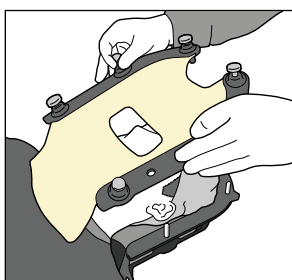

Fig. 12
3. Fare scorrere la maschera sul paziente, iniziando dalla parte superiore del torace e continuando fino a quando il margine inferiore dell'apertura facciale non fa contatto con la parte inferiore del naso del paziente. Quindi, posizionare il margine superiore dell'apertura facciale a 2 cm al di sopra delle arcate sopraccigliari. Tirare giù la maschera, verso il dispositivo Encompass, in modo che il trago dell'orecchio o l'attaccatura dei capelli, a seconda della conformazione anatomica, siano visibili nell'apertura della maschera. (Fig. 12–13a)